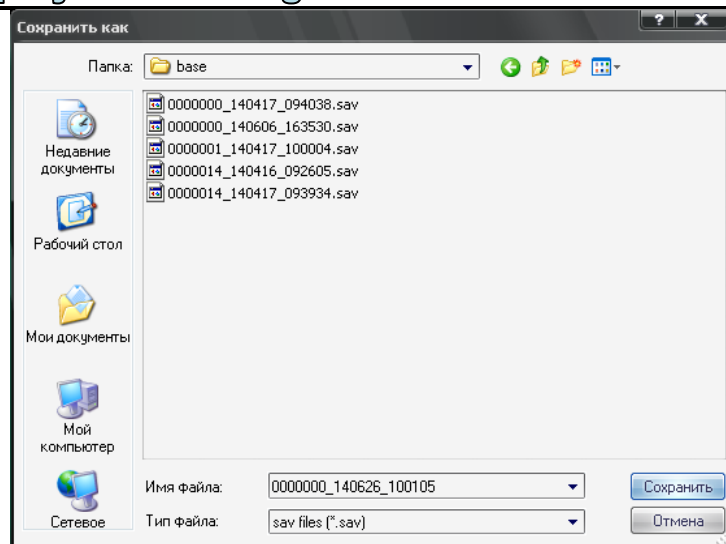

Рис.24
**Сохранить конфигурацию в файл.** Сохранение считанной информации из устройства индикации в файл с расширением sav (рис.24). Формирование имени файла по умолчанию показано на следующем примере: